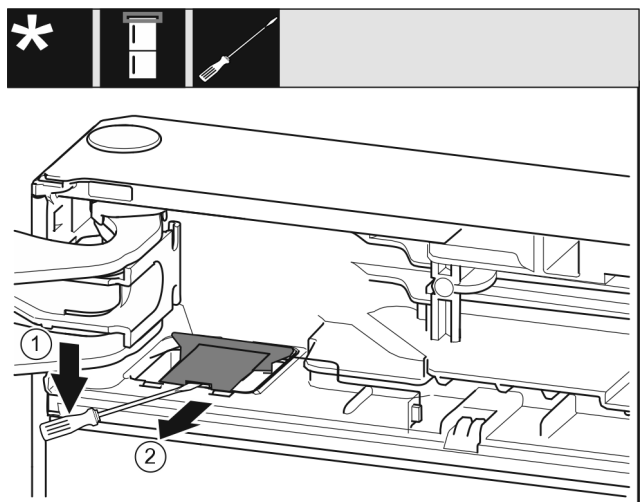

Fig. 9
- ▶ Plochým šroubovákem uvolněte kryt a zvedněte jej nahoru. Fig. 9 (1)
- ▶ Sejměte kryt. Fig. 9 (2)